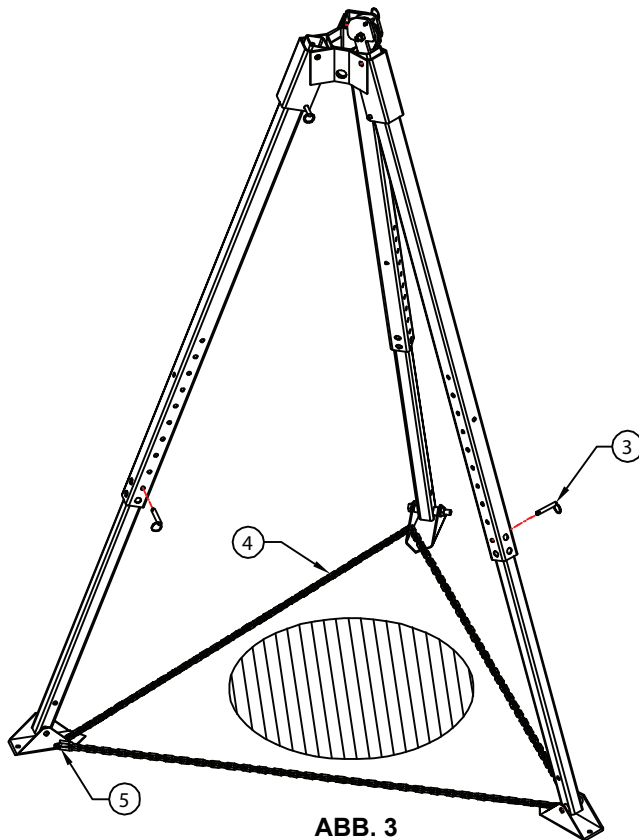

ABB. 3
5. Das Stativ über dem Einstieg positionieren (siehe Abb.3) und darauf achten, dass die Vorrichtung eben steht. Die Länge der Beine nach Bedarf durch Entnahme der Bein-Einstellstifte und durch Herausziehen/Hineinschieben der Beine einstellen. Darauf achten, dass nach der ebenen Ausrichtung des Stativs alle Bein-Einstellstifte wieder eingesetzt werden.